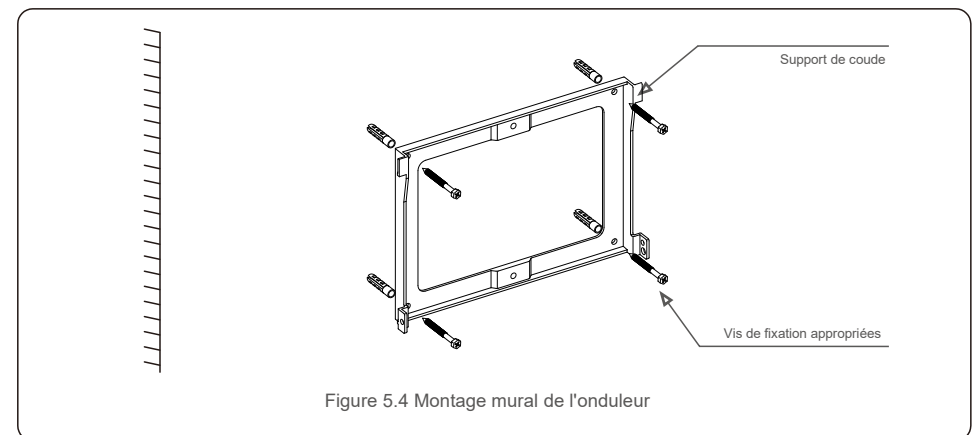

Figure 5.4 Montage mural de l'onduleur
Reportez-vous aux figures 5.4 et 5.5. L'onduleur doit être monté verticalement. Les étapes de montage de l'onduleur sont les suivantes :
1. Reportez-vous à la figure 5.4. Effectuez des trous pour les chevilles en fonction du diamètre du trou du support (Fisher HJ0108 10*50mm tubulaire extensible pour vis taraudeuses à tête hexagonale creuse ST6.3*60), en utilisant un perceuse à percussion avec un foret de 10 mm. Les trous doivent être bien perpendiculaires au mur.
2. Assurez-vous que le support est bien à l'horizontale, et que les repères des trous de montage (sur la figure 5.4) sont correctement marqués. Percez les trous dans le mur au niveau des marques.